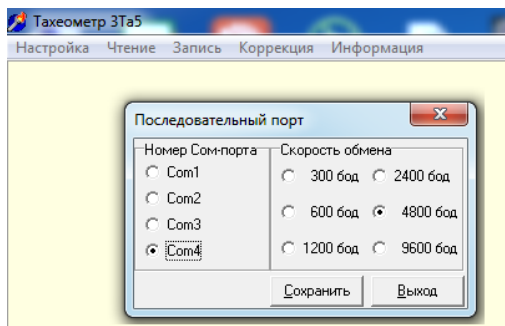

Рисунок 1.1 – Налаштування параметрів з'єднання
4. Перевірити налаштування з'єднання з тахеометром через пункт меню програми **Налаштування/Послідовний порт** [**Настройки/Последовательный порт**]. Для збереження змін натискаємо **Зберегти** [**Сохранить**] (рис. 1.1).